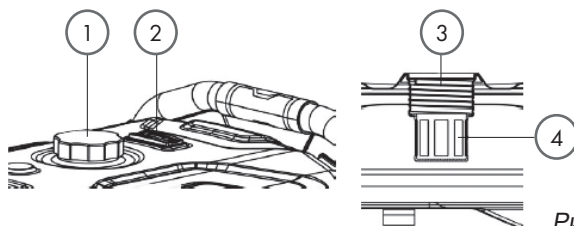

Рис. 10
- Проверить показания индикатора уровня топлива (2) (рис. 10).
- Если уровень топлива низкий, снять крышку топливного бака (1).
- Проверить сетчатый фильтр (4). Если сетчатый фильтр загрязнен, очистить его (см. пункт «Очистка крышки топливного бака и сетчатого фильтра» в разделе «Техническое обслуживание»).
- После заправки топливом установить крышку топливного бака (1).
- **Запрещается заправлять топливный бак выше линии заполнения (3)(см. рис. 10).**